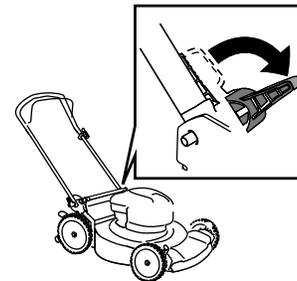

Bild 19
3. Lösen Sie die Holmarretierung (Bild 19).